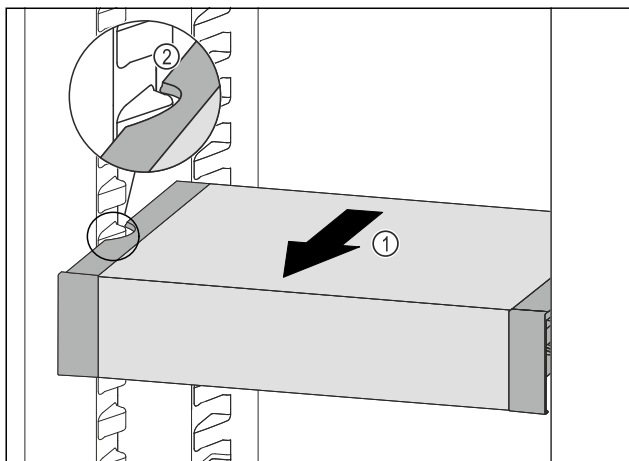

Fig. 203
- ▶ Táhněte VarioSafe dopředu Fig. 203 (1), dokud nebudou boční vybrání VarioSafe na úrovni žebrování na nádoby v chladničce. Fig. 203 (2)